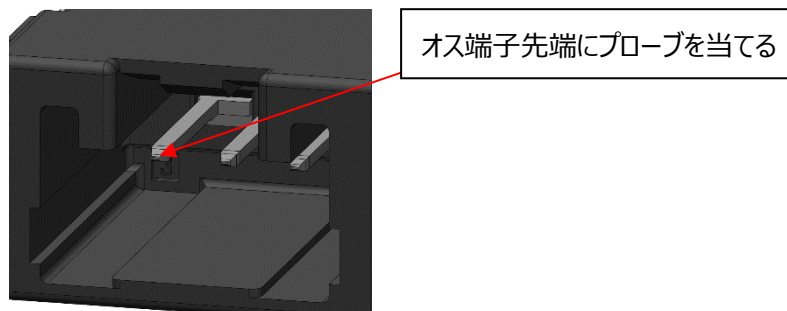

図 54.オス端子導通検査接点
- ①オスコネクタの導通検査を行う時は、オス端子先端に 0.5N 以下の荷重でプローブを当てて検査を行って下さい。0.5N 以上の荷重を加えた場合、オス端子変形の恐れがあります。(図 54 参照)
- ②端子に変形や傷が見られた場合は、使用せず、新品と交換して下さい。